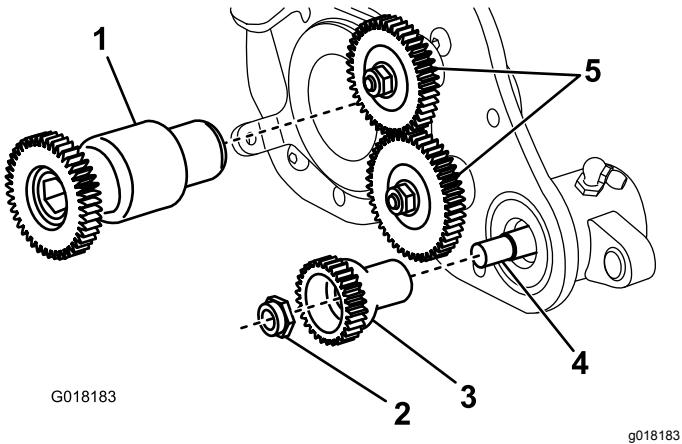

Figura 30
5. Rimuovete il dado di bloccaggio flangiato che fissa l'ingranaggio condotto all'estremità dell'albero grooming (Figura 30). Rimuovete l'ingranaggio.
6. Rimuovete l'ingranaggio di trasmissione del groomer dall'albero del cilindro (Figura 30).